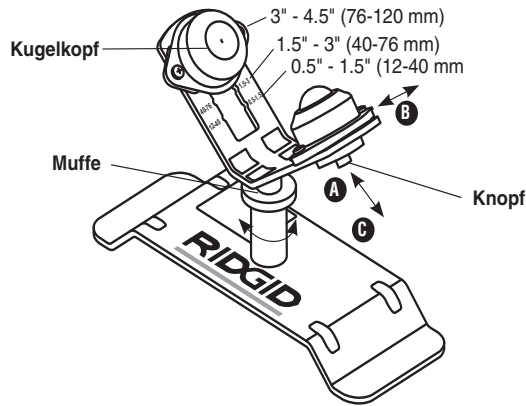

Abbildung 1 – Rohrstütze PC116TS
- b. Kugelhöfe in die Position für den jeweiligen Rohrdurchmesser bewegen (siehe Abbildung 1).